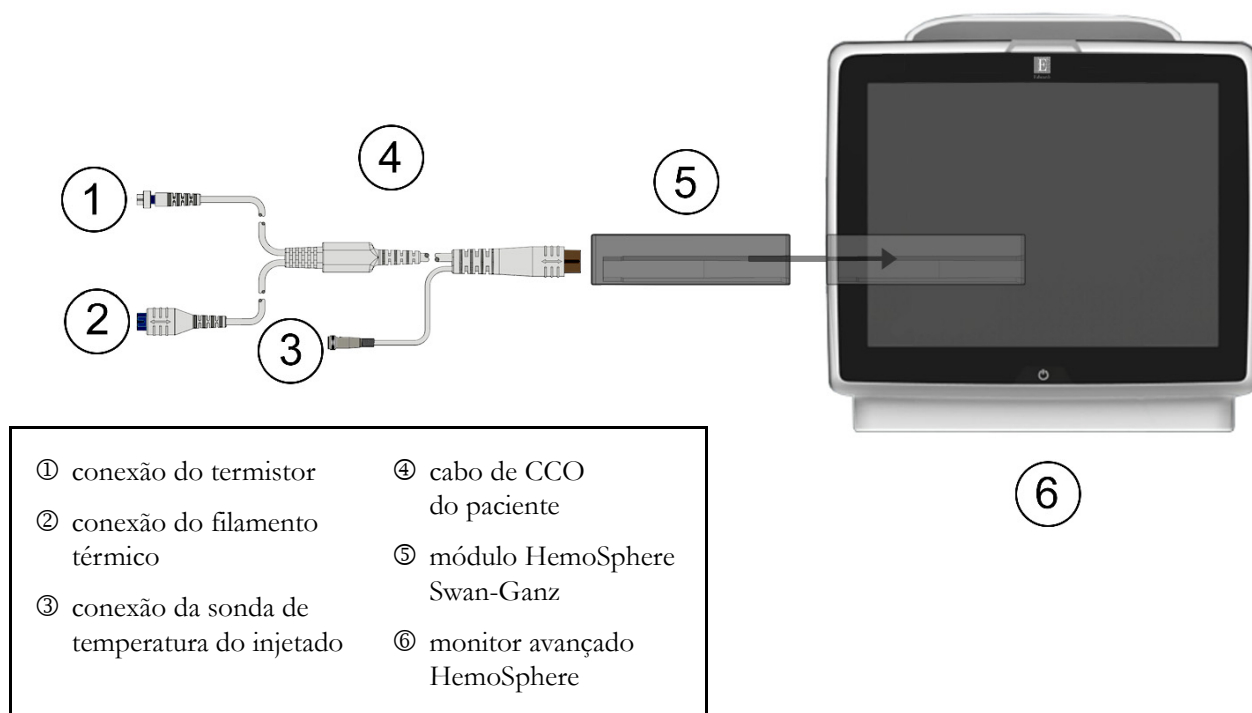

Figura 4-1 Visão geral da conexão de monitoramento do módulo HemoSphere Swan-Ganz
Consulte a figura 4-1 para obter informações sobre as conexões de monitoramento do módulo HemoSphere Swan-Ganz.
- 9 Prenda as conexões do termistor ① e do filamento térmico ② do cateter de CCO Swan-Ganz (figura 4-1) no cabo de CCO do paciente.
- 9 Prenda a conexão do termistor do cateter Swan-Ganz (①, figura 4-1) no cabo de CCO do paciente.
- 10 Conecte a sonda de temperatura do injetado no conector da sonda de temperatura do injetado ③ no cabo de CCO do paciente. O tipo de sistema do injetado (em linha ou banho) é detectado automaticamente.
- 9 Prenda as conexões do termistor ① e do filamento térmico ② do cateter volumétrico Swan-Ganz (figura 4-1) no cabo de CCO do paciente.